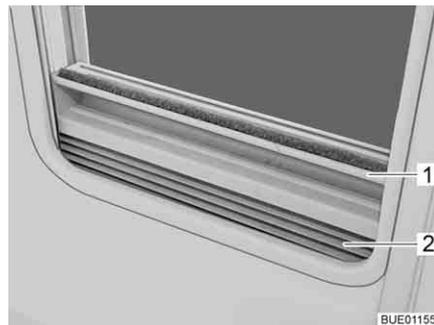

Fig. 61 Dispositif occultant plissé
- Saisir le dispositif occultant plissé (Fig. 61,2) par le centre de la barre-poi-gnée (Fig. 61,1), le tirer du bas vers le haut et le relâcher à la hauteur voulue. Le dispositif occultant plissé reste alors à cette hauteur.